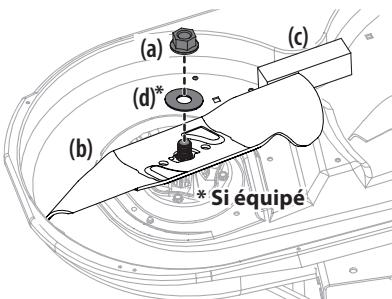

Figure 51
2. Utilisez une clé de 15/16 po pour maintenir l'écrou hexagonal au sommet de l'ensemble de la fusée en desserrant l'écrou hexagonal (a) et la rondelle (d)\* retenant la lame (b). Vous pouvez placer une cale en bois (c) entre le carter du plateau de coupe et le tranchant de la lame (b) pour aider à débloquer l'écrou hexagonal (a) et la rondelle (d)\* retenant la lame. Consultez la Figure 51.
3. Lorsque vous réinstallez les lames, assurez-vous de ce qui suit (consultez la Figure 51):